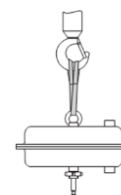

Bild 1
Die angeschweißte Ringschraube am oberen Teil des Membrangehäuses dient zur Montage und Demontage des Stellantriebs. Das Produkt nicht nur an der Ringschraube heben. (Siehe Abb. 1)
1. Sicherstellen, dass der Ventilkegel sicher im Ventilsitz passt. (Abb. 1)